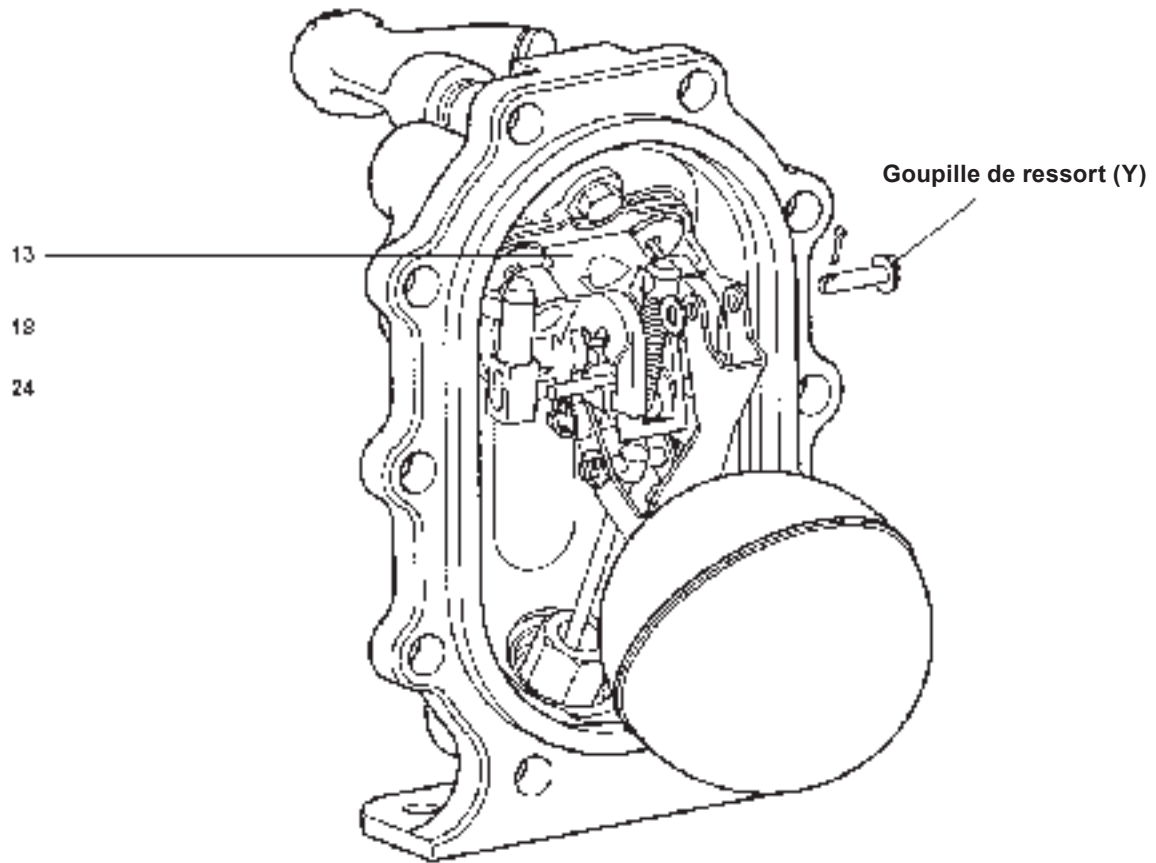

Fig. 18
4. Retirer la goupille et la rondelle de la goupille de ressort (Y) (Fig. 18).
7. Tourner lentement la soupape d'échappement pour arriver jusqu'à la rainure sur le levier (Rep. 24, Fig. 18) en faisant attention de ne pas endommager ou perdre le petit ressort de compression de la soupape d'échappement.
12. Toujours utiliser de nouvelles goupilles et rondelles lorsque vous remontez la goupille de ressort (Y).
15. Reconnecter la ligne d'alimentation vapeur motrice et la ligne d'échappement respectivement sur les orifices repérés (S) et (E) et l'entrée du condensat et la sortie sur les orifices marqués (IN) et (OUT). L'APT 10-4,5 est maintenant prêt pour une remise en service.